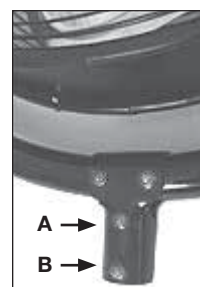

Fig. 3
2. Afloje los tornillos, las tuercas y las arandelas en A y B del soporte de sujeción (fig. 3, 4).